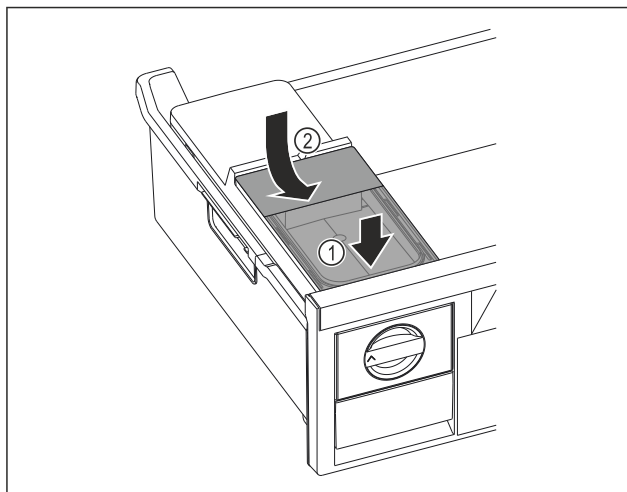

Fig. 86
- ▶ Помістити бак для води спереду Fig. 86 (1)
- ▶ Опустити бак для води ззаду Fig. 86 (2)